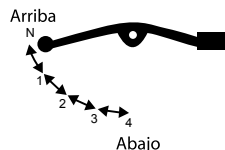

Imagen 30. Cambio de velocidades.
8. Seguir el mismo proceso para meter el siguiente cambio de velocidad (ver imagen 30).
11. Seguir el mismo proceso para meter un cambio de velocidad inferior (ver imagen 30).